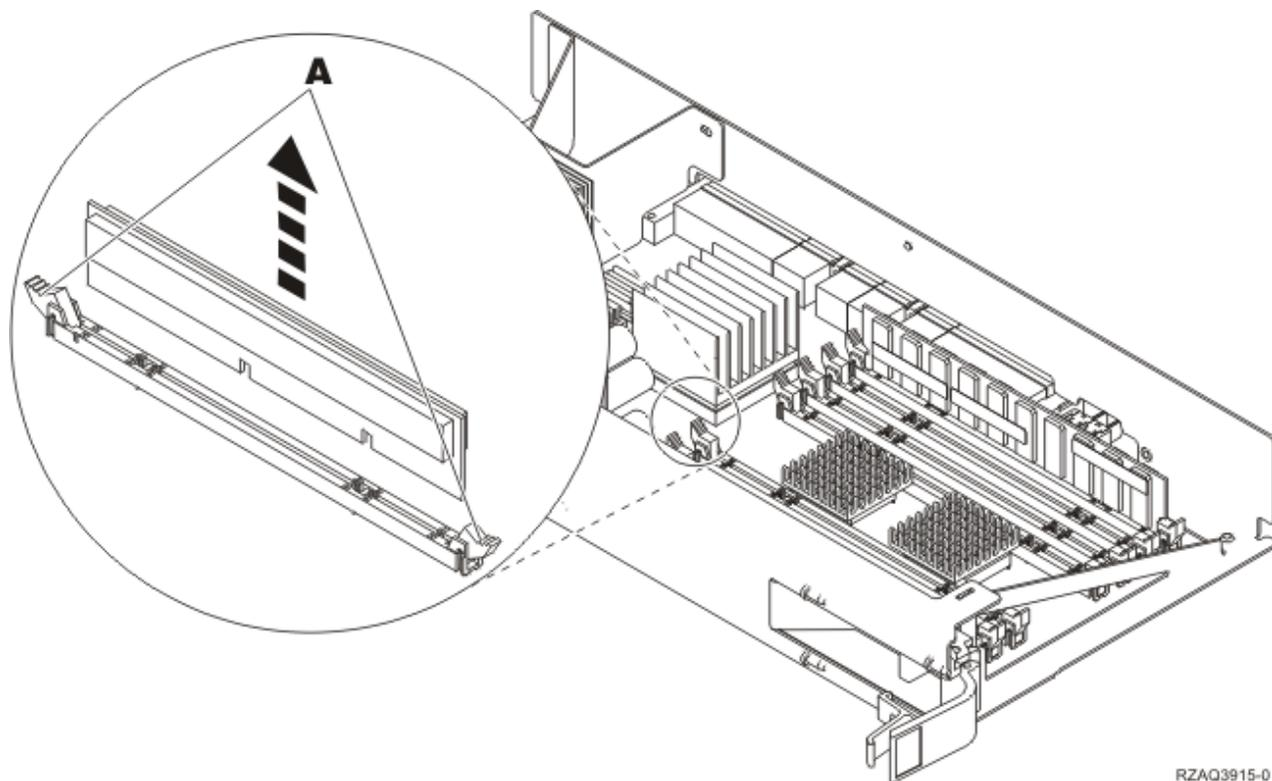

Figura 7. Retire a memória do conjunto de placas do processador
- \_\_\_ a. Empurre para fora os trincos **A**, localizados em cada uma das extremidades da placa de memória, Figura 7 na página 9.